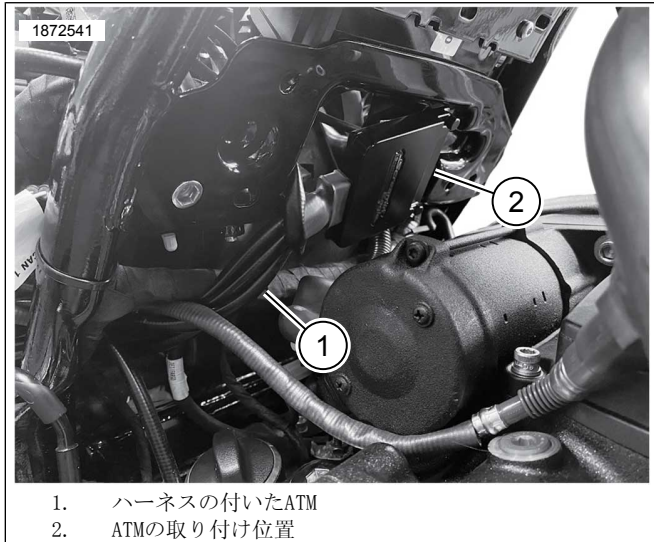

図5. ATMの取り付け位置
11. 「図3」および「図5」を参照してください。ATM(1)は、バッテリーエリアの外壁、リアシリンダーの後ろに、ケーブルが車両の右側を向くように取り付けます。
13. 「図5」を参照。ATMをインストールします。
- a. 「図4」および「図5」を参照してください。ハーネスの余分なたるみをなくすには、リアオキシジェンセンサーハーネスを他のコネクタと同じ配線に沿ってサイドカバーエリアに配線します。